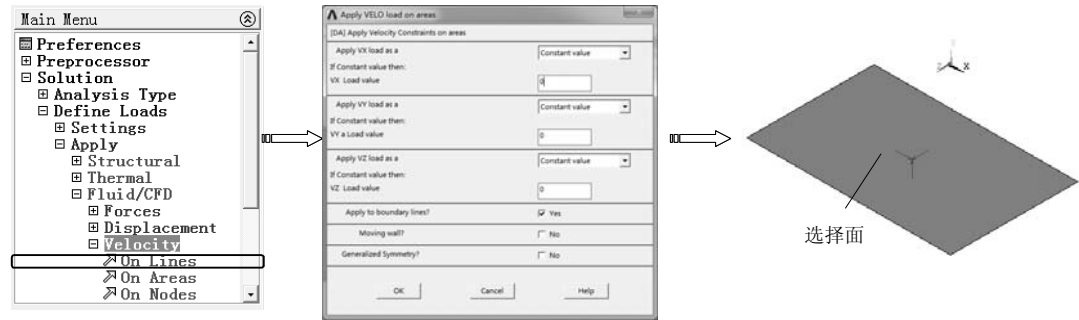

图 10-92 施加无滑移边界条件
5) 选择“Main Menu>Solution>Define Loads>Apply>Fluid/CFD>Velocity>On Lines”命令，弹出实体选取对话框，单击“Pick All”按钮选择所有面，弹出“Apply VELO, load on areas”对话框，在“VX load value”下的文本框中输入数值 0，在“VY a load value”下的文本框中输入 0，在“VZ load value”下的文本框中输入 0，单击“OK”按钮完成约束，如图 10-92 所示。